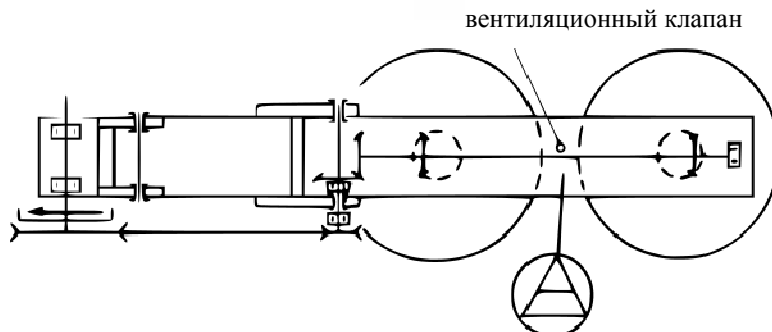

Рис. 16. Схема смазывания косилки
3. Проверить смазку в коробке передач (главная рама) – Рис. 16.